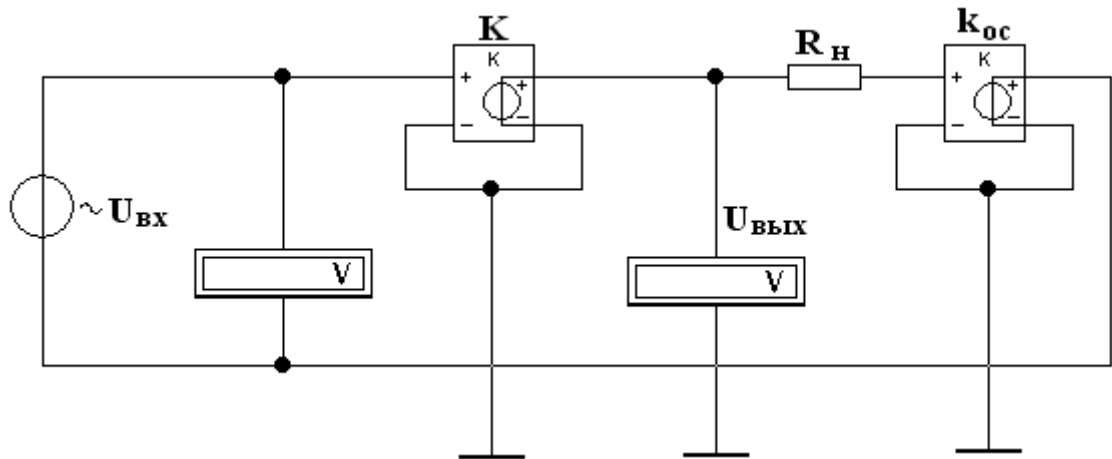

Рис.3.12. Схема усилителя с ОС, последовательной по току
2. Построить на экране схему (рис.3.12) с использованием моделирующей программы Electronics Workbench (или иной). Краткая